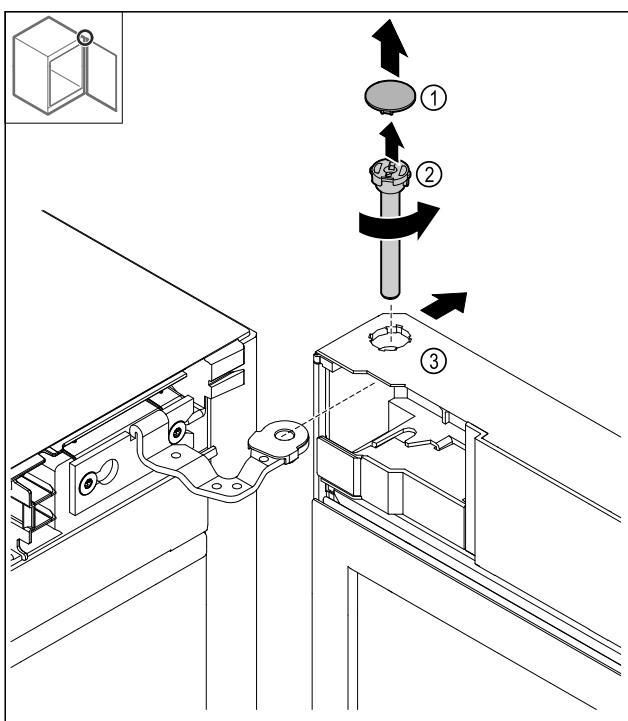

Fig. 20
- Abdeckung Fig. 20 (1) abnehmen.
- Bolzen Fig. 20 (2) gegen den Uhrzeigersinn lösen und herausziehen.
- Tür Fig. 20 (3) leicht kippen.